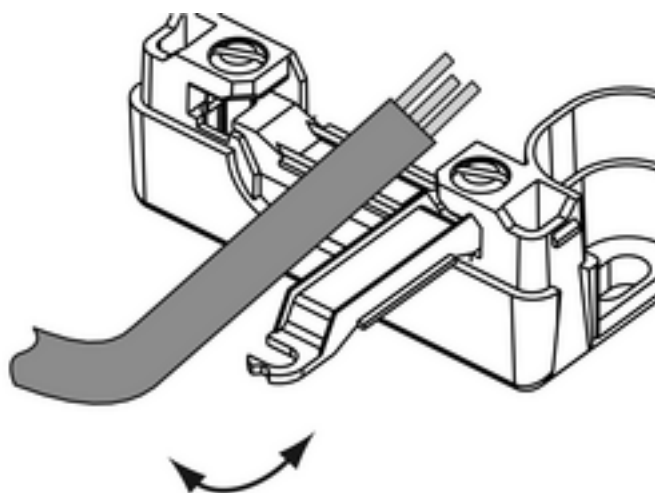

Figure 2: Décharge de traction
- Assurer la décharge de traction (figure 2).